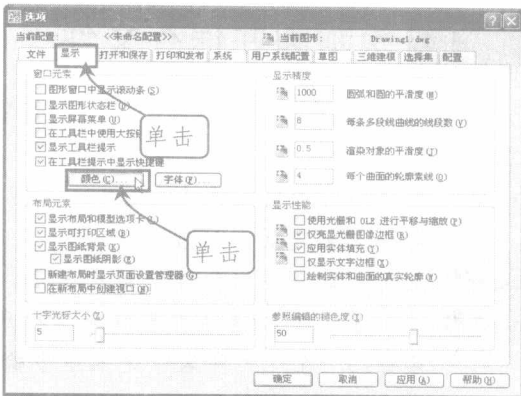

图 1-3 单击按钮
Step 2 选择【工具】/【选项】命令，打开“选项”对话框，切换到“显示”选项卡，再单击“窗口元素”栏中的 按钮，如图 1-3 所示，打开“图形窗口颜色”对话框。